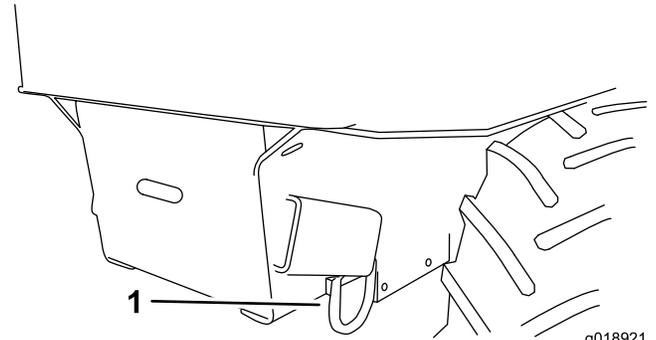

Figure 21
9. Arrimez l'avant de la machine sur la remorque au moyen de chaînes et d'un tendeur. Utilisez le trou d'attache avant (Figure 21) pour arrimer la machine.